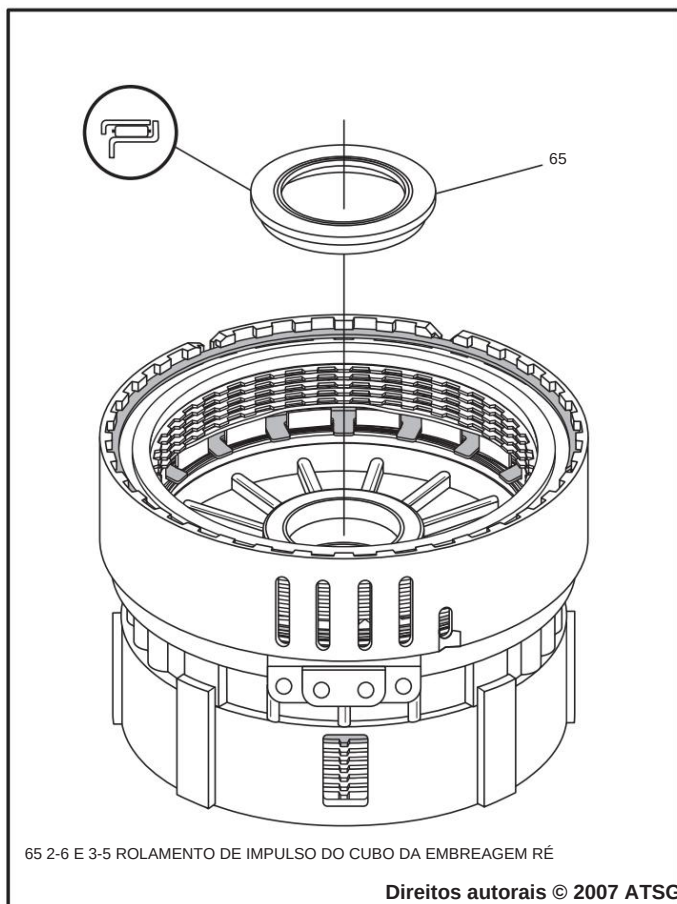

Figura 118
29. Instale o rolamento axial do cubo da embreagem de ré 2-6 e 3-5 na direção mostrada na Figura 118 e retenha-o com uma pequena quantidade de Trans-Jel®.